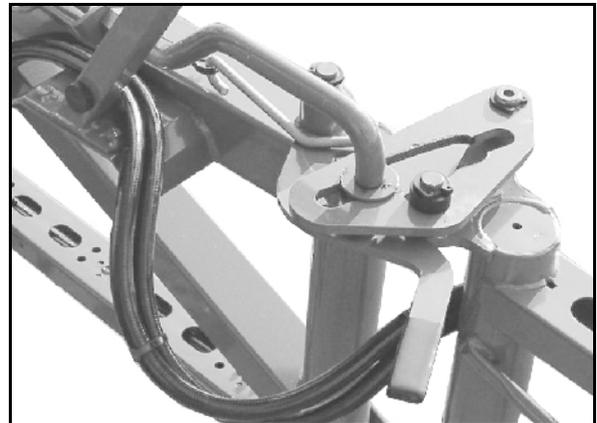

Bild 47
- Bild 47 - Svängningsdämpningen frikopplad.